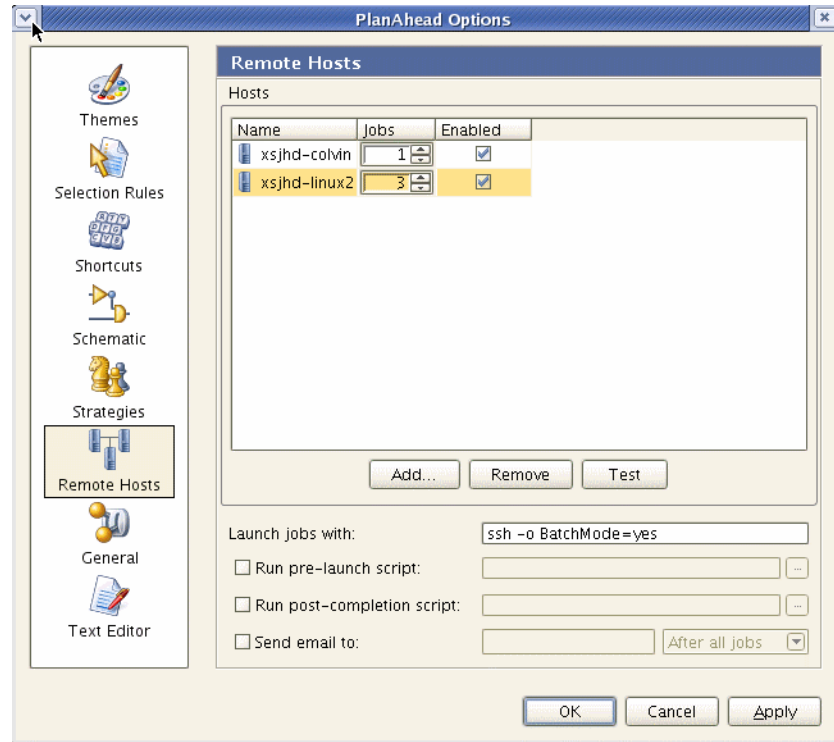

図 9-41：リモート ホストの設定
- ◆ [Launch Selected Runs] ダイアログ ボックスの [Configure Hosts]300 ページの図 9-41 のように、[Remote Hosts] ページ表示されます。